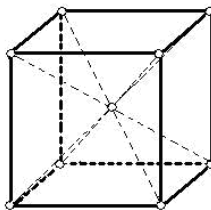

Рис. 1.1. Кубическая объемно-центрированная решетка
3. Изобразите кубическую гранцентрированную и гексагональную плотноупакованную кристаллические решетки аналогично кубической объемно-центрированной решетке, показанной на рис. 1.1. Приведите характеристики, следуя представленному примеру.